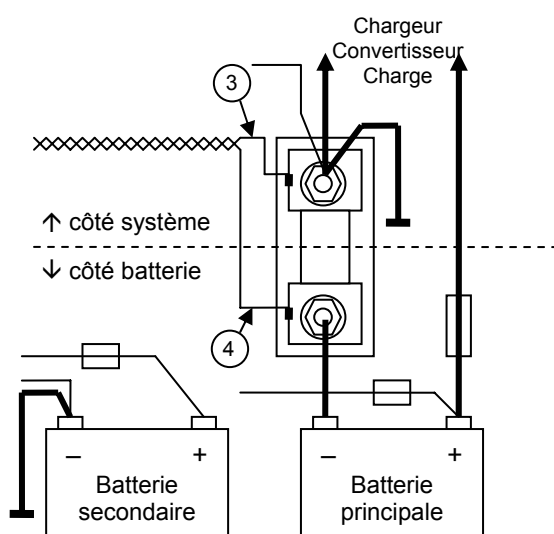

Figure 2
3. Faire passer les fils torsadés (2 x 0,25 mm2) entre le shunt et le *System Manager Smart*. S'assurer qu'ils sont assez longs pour être raccordés au côté gauche du shunt. La tension de sortie du shunt étant très faible (entre 0 et 50 mV), il est donc essentiel que les branchements soient fiables. Éviter la corrosion des connexions et du câblage. Veiller à ce que les branchements côté système et côté batterie soient effectués correctement (3 et 4) (voir figure 2). La longueur maximum de ce câble ne doit pas dépasser 25 mètres / 80 ft.
- Raccorder le fil négatif du système au côté système (voir figure 2) du shunt.
- Raccorder la borne négative de la batterie secondaire (de démarrage) au côté système (figure 2) du shunt.
- Raccorder le côté batterie du shunt (figure 2) à la borne négative de la batterie principale.